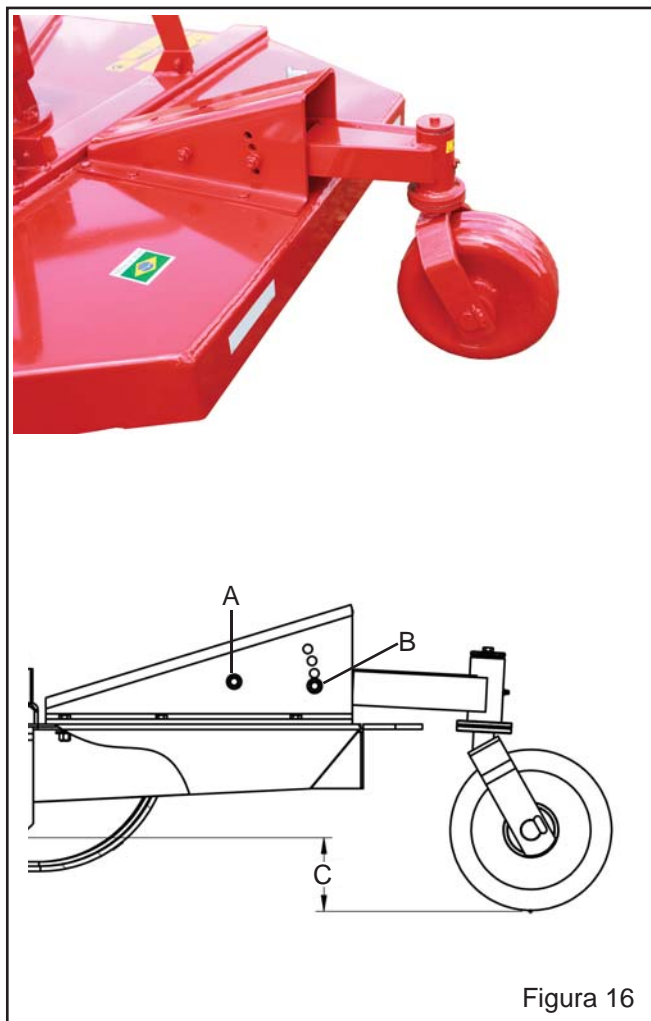

Figura 16
- e) Efetue a regulagem da roda guia. Solte o parafuso "A" que prende o braço da roda guia no suporte sem retirá-lo, solta e retire o parafuso "B" e movimente a roda guia na altura desejada. Fixe a seguir o parafuso "B". Importante: o suporte da roda guia possui quatro furos espaçados a 23 mm entre centros, permitindo a regulagem da roda guia em relação às facas (medida "C" – Figura 16) de 69mm, 92 mm, 115 mm e 138 mm.